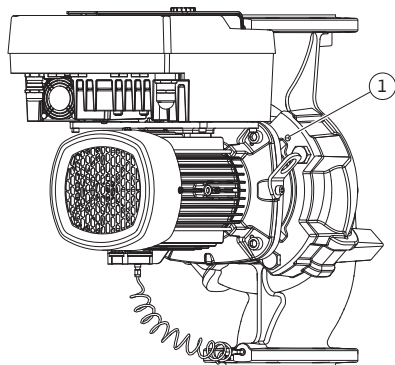

Fig. 104: Éjection du kit embrochable par les trous taraudés
11. Desserrer la vis (Fig. I/III, pos. 10, Fig. II/IV, pos. 29) qui retient la tôle de support du capteur de pression différentielle. Tirer sur le côté le capteur de pression différentielle (Fig. I, pos. 8) avec la tôle de support et le laisser suspendu sur les lignes de mesure de pression (Fig. I, pos. 7). Débrancher le câble de raccordement du CPD dans le module électronique ou le détacher au niveau de la connexion enfichable et le retirer.
12. Pour le type de pompe (Fig. III, IV), desserrer les vis (pos. 29). Utiliser les deux trous taraudés adjacents (Fig. 104, pos. 1) ainsi que les vis appropriées fournies par le client (p. ex. M10 x 25 mm). Éjecter le kit embrochable du corps de pompe.